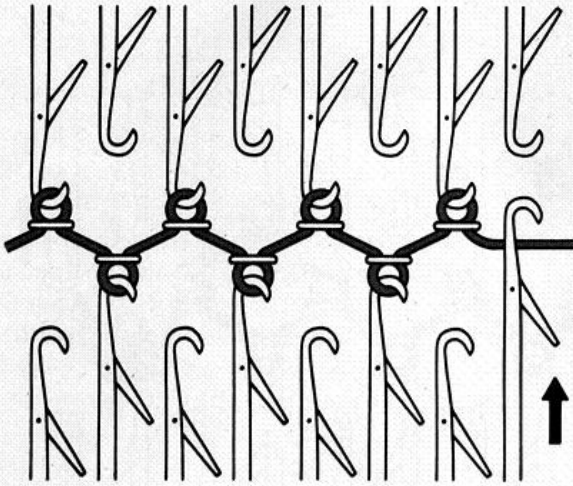

Fig. 51
- Avancer du côté du chariot une aiguille vide en position B de la fonture avant ou de la fonture arrière, suivant le dessin de la côte (fig. 51).